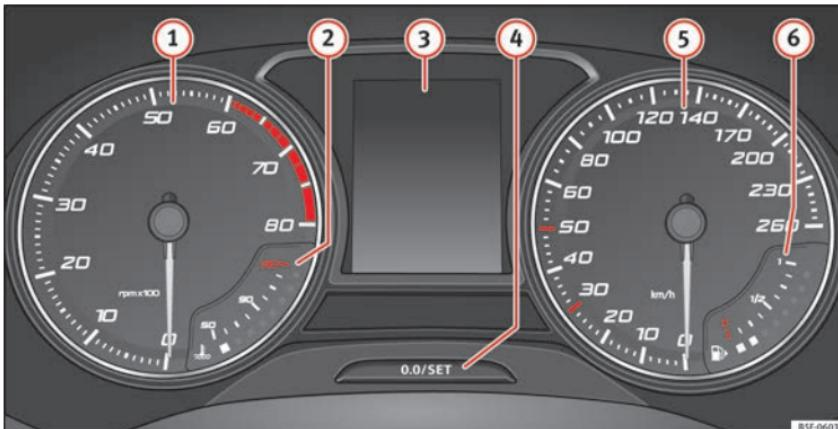

Fig. 122 Combiné d'instruments à l'avant.
Explications concernant les cadrans »» **fig. 122** :
Le compte-tours indique le nombre de tours du moteur par minute »» **fig. 122** ①.
L'aiguille du compte-tours »» **fig. 122** ① ne doit rester que peu de temps dans la zone rouge : risque d'endommagement du moteur.
Lors de la mise du contact d'allumage, l'écran du combiné d'instruments »» **fig. 122** ③ affiche diverses informations en fonction de l'équipement du véhicule :
- Appuyez brièvement sur le bouton » **fig. 122** ④ pour remettre le compteur kilométrique journalier à 0.
- Maintenez enfoncé le bouton ④ pendant environ 3 secondes pour afficher la valeur précédente.
- Pour régler l'heure, maintenez enfoncé le bouton » **fig. 122** ④ pendant plus de 3 secondes afin de sélectionner l'indicateur des heures ou des minutes.
- Pour poursuivre le réglage, appuyez sur la partie supérieure ou inférieure du bouton ④. Pour que les nombres défilent rapidement, maintenez la touche appuyée.
- Appuyez de nouveau sur le bouton ④ pour mettre fin au réglage de l'heure.
Maintenez enfoncé le bouton »» **fig. 122** pendant plus de 15 secondes pour afficher les lettres-repères du moteur (MKB) du véhicule. Pour cela, le contact d'allumage doit être mis et le moteur coupé.